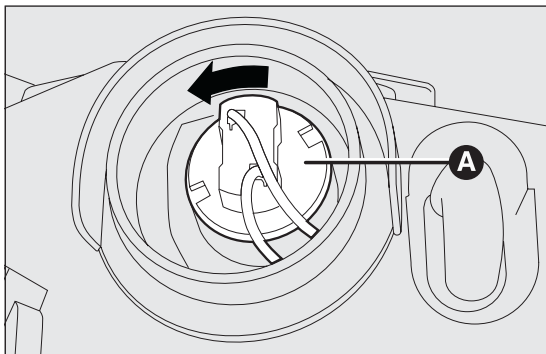

РИС. 111
- повернуть против часовой стрелки патрон А РИС. 111 и снять его;